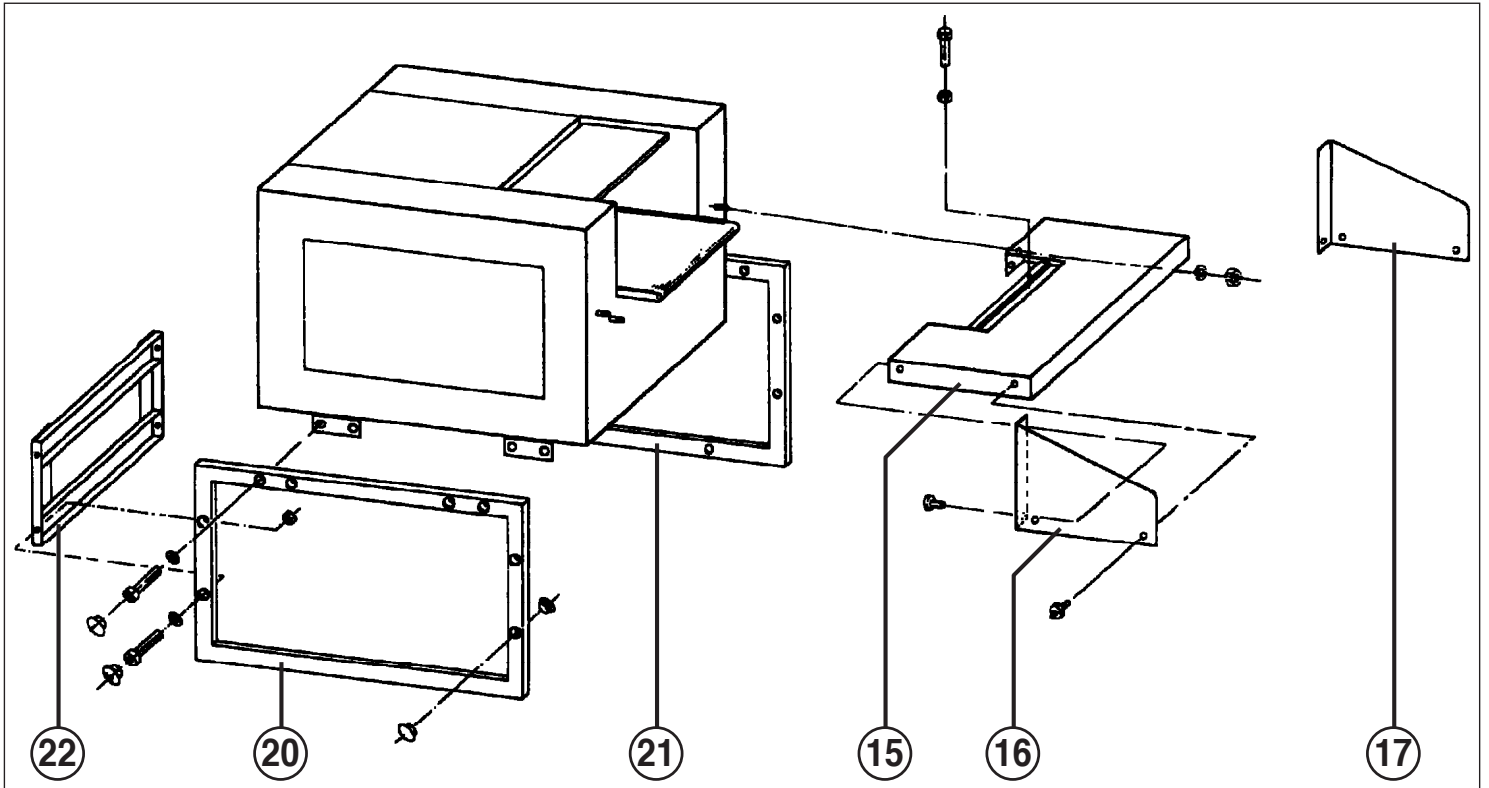

Fig. 1
- 15 = Table (fig. 1)
- 16 = Equerre de protection, gauche (fig. 1)
- 17 = Equerre de protection, droite (fig. 1)
- 20 = Cadre, gauche (fig. 1)
- 21 = Cadre, droit (fig. 1)
- 22 = Profilé intermédiaire (fig. 1)
MONTAGE DU PIÈTEMENT (Fig. 1 et 2):
MONTAGE DE LA TABLE (15) (Fig. 1):
4. Faire passer le câble de la barre d'arrêt d'urgence (14) dans le passe-câble situé vers l'avant dans la paroi gauche du coffret, ainsi que vers le bas, dans le passe-câble à vis de la boîte électrique, et dans cette boîte électrique brancher le câble bleu à la borne 20 et le câble brun à la borne 19.
MONTAGE DES**EQUERRES DE PROTECTION (Fig. 1):**